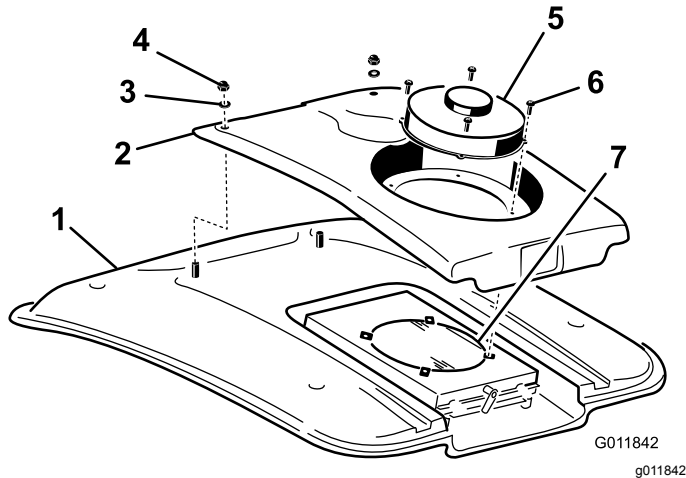

Bild 116
2. Entfernen Sie die (4) Schrauben, mit denen der Lüfter und die Kondensatorabdeckung an der Lüfterbefestigung befestigt ist (Bild 116).
4. Entfernen Sie die zwei Schrauben und Scheiben, mit denen die Vorderseite der Kondensatorabdeckung am Kabinendach befestigt ist (Bild 116).
8. Reinigen Sie den Klimaanlage-Kondensator gründlich mit Druckluft (Bild 116).